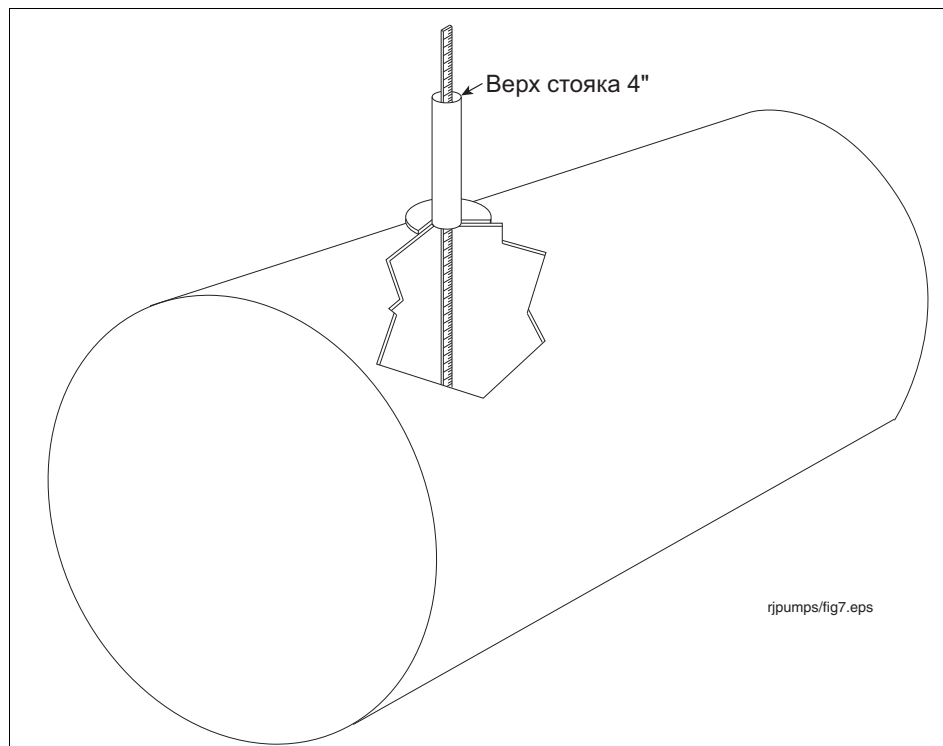

Рис. 8. Измерение резервуара
2. Измерьте расстояние от днища резервуара до верха 4-дюймового стояка, как показано на рис. 8.